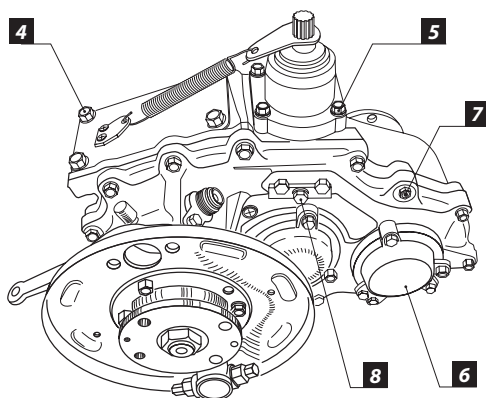

Рис. 3
- Открутите 4 болта крепления крышки люка **[4]** (Рис. 3).